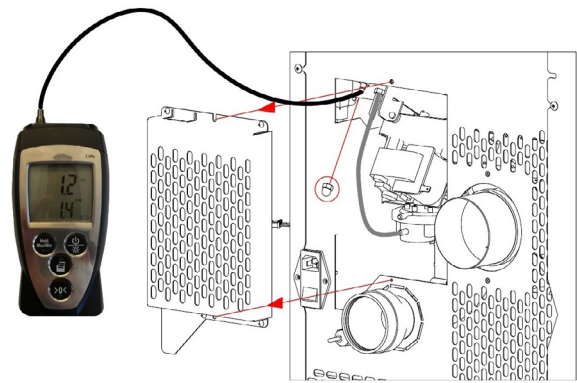

Fig. 48 - Anschluss des Digitaldruckwächters
- Über einen kleinen Schlauch einen Digitaldruckwächter zum Messen des Unterdrucks anschließen (siehe Fig. 48 auf S. 28).